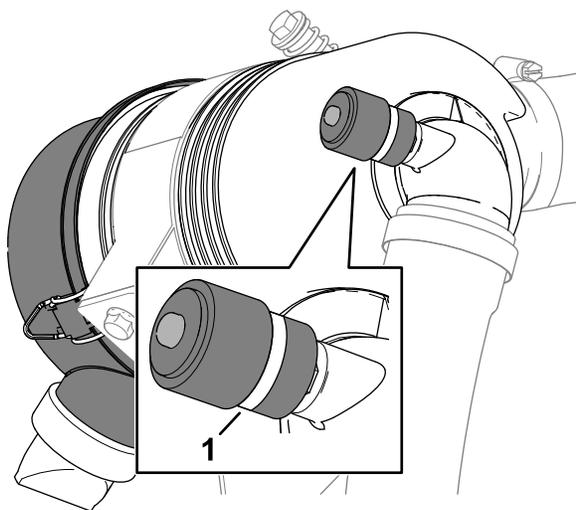

Figura 108
3. Compruebe el indicador de mantenimiento en el extremo de la carcasa del filtro de aire (Figura 108).